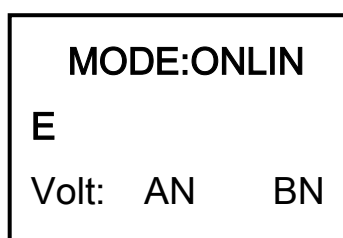

Fig.2: Schermata di base
- 2) Premere ESC/ ◀ o ▶, cambierà lo stato del display Fig2